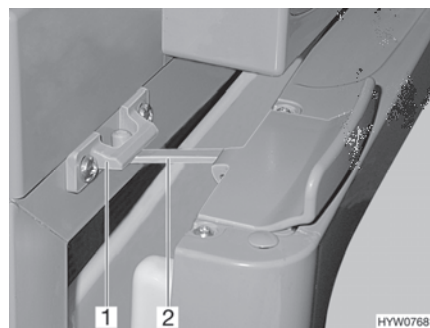

Fig. 135 Puerta del frigorífico en posición de ventilación (Thetford)
- Abrir el bloqueo (Fig. 135,2) y engatillarlo en el alojamiento del bloqueo (Fig. 135,1). De este modo, la puerta del frigorífico quedará ligeramente abierta.